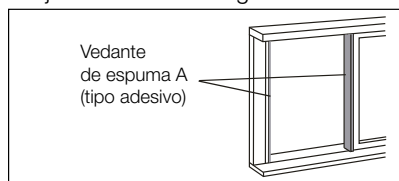

Fig. 18
- Corte os vedantes de espuma (tipo adesivo) com os comprimentos adequados e fixe-os na moldura da janela. Observe a Fig. 18.